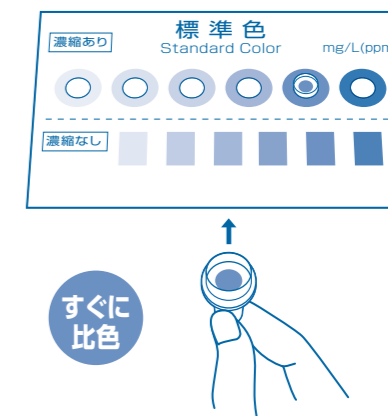

図16
⑯コネクタからチップをはずし、すぐに標準色の穴に裏面側から差し込み、比色します。(図16)